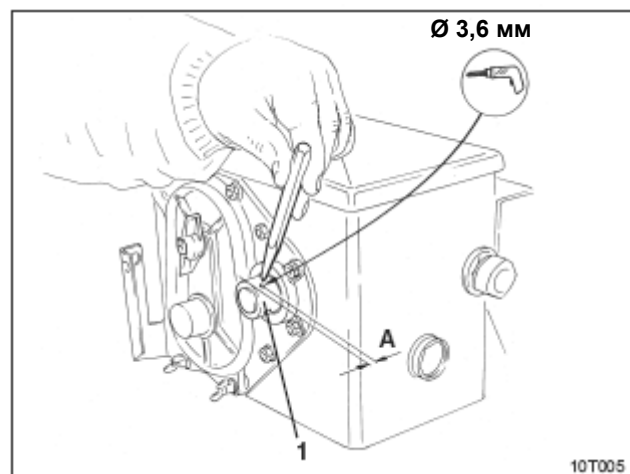

Рис. 9.2
- ☐ просверлите прилагаемым сверлом отверстие (\varnothing 3,6 мм) в полом валу редуктора (рис. 9.2/1).
Расстояние А (см. рис. 9.2) от торца полого вала до центра отверстия составляет 5 мм. Накерните центр отверстия.